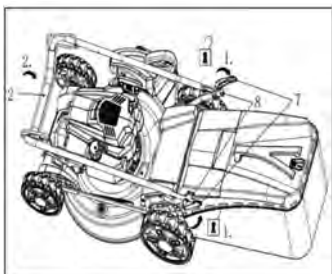

Fig. 1
2. Desfaceți cele două manete de fixare (7) pentru a elibera ghidonul superior (2) (Fig. 1, pasul 1).
3. Desfaceți ghidonul superior (2) (Fig. 1, pasul 2) pentru a-l alinia cu ghidoanele inferioare (8), apoi țineți ghidonul superior (2) în poziție. Asigurați-vă că ghidonul superior (2) cu maneta de frână (3) este orientat în sus.